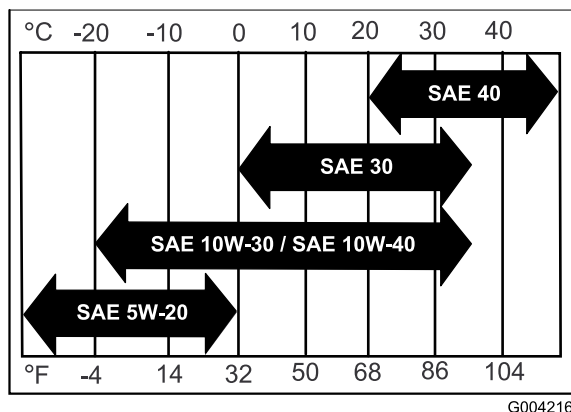

Figura 34
**Viscosità:** Vedere la tabella (Figura 34).